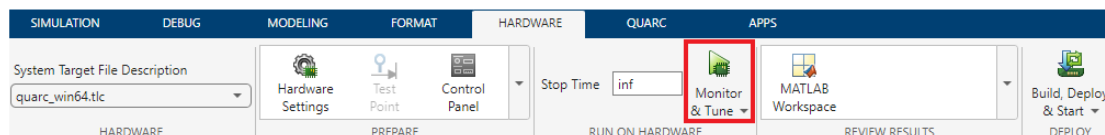

Figure 6: Monitor
- Dans la fonction **bar**, choisissez **HARDWARE** → **Monitor & Tune** comme dans la Figure 6. Si la LED du servo devient verte, votre connexion est réussie.